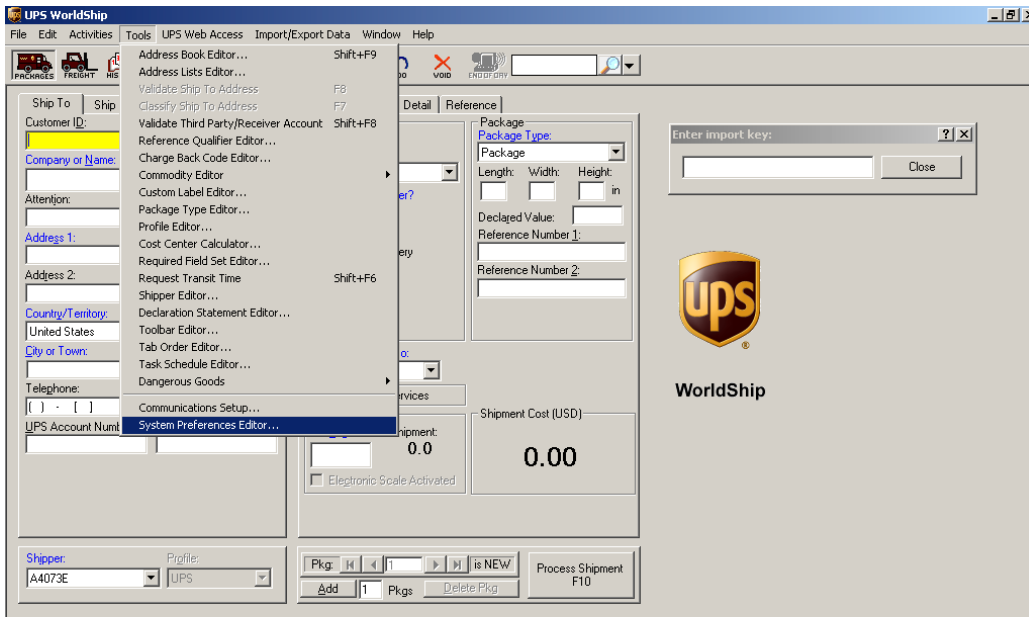

Figure 6
2. Dans le menu « Tools », sélectionnez « System Preferences Editor ». (Voir Figure 6)